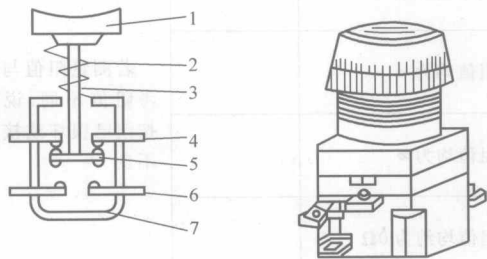
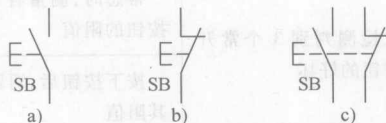

图 1-6 LA4 系列按钮的结构图
图 1-7 按钮的符号
④ 结构与符号。如图 1-6 所示,按钮一般由按钮帽、复位弹簧、桥式动触头、静触头和外壳等组成。当按钮未被按下时,其常开触头处于断开状态、常闭触头处于闭合状态;当按钮被按下时,其常开触头闭合、常闭触头断开。按钮符号如图 1-7 所示。